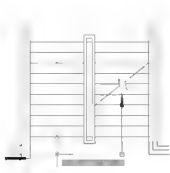
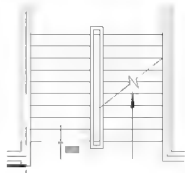
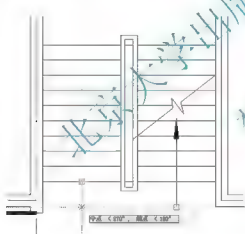

图 2.113 向左拖出水平虚线
图 2.114 光标放在左侧梯段踏步线中点
图 2.115 向下拖出垂直虚线
(1) 打开【正交】、【对象捕捉】、【对象追踪】功能。单击【绘图】工具栏上的【多段线】图标  或在命令行输入“PL”并按 Enter 键, 启动【多段线】命令。
(2) 在指定起点: 提示下, 将光标放置在如图 2.113 所示的上行箭头杆的端部, 不单击, 然后将光标向左慢慢拖动, 拖出一条水平虚线。然后再将光标放置在如图 2.114 所示的左侧梯段踏步线中点, 此时出现中点捕捉, 同样不单击, 并把光标垂直向下慢慢拖动, 拖出一条垂直虚线, 如图 2.115 所示。然后将光标放置在水平和垂直虚线相交处并单击, 确定下行箭头杆的起点位置。